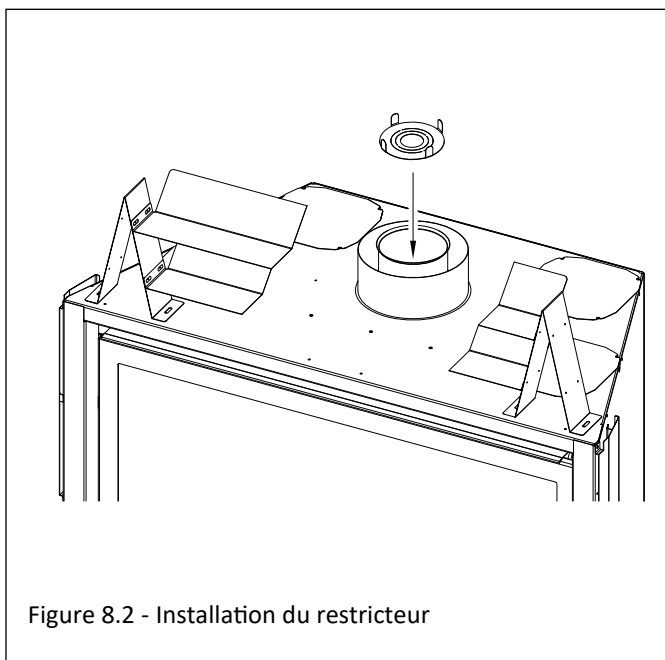

Figure 8.2 - Installation du restricteur
- La plaque de restriction est expédiée avec toutes les bagues intérieures intactes et, une fois installée, fournit la plus grande restriction de ventilation. Il y a (2) bagues intérieures qui peuvent être retirées. Lorsque vous assomez et retirez une bague intérieure, vous avez moins de restriction d'évent lorsque vous retirez les deux bagues intérieures, vous aurez le moins de restriction d'évent.
- Suivez la FIGURE 8.2 pour l'installation de la plaque de restriction avant de fixer la ventilation ou à travers le déflecteur si la ventilation est déjà fixée. Pour les recommandations et les réglages de la plaque de restriction de ventilation, voir la section 12.2.3, RESTRICTION DE VENTILATION.